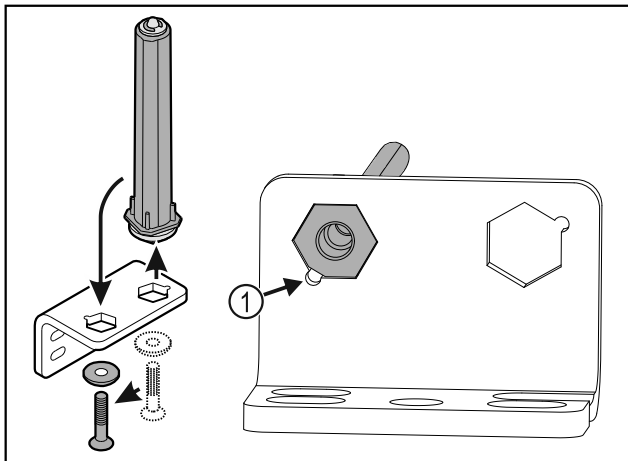

Fig. 32
- ▶ Varmista, että pultin viiste Fig. 32 (1) osoittaa pyöreää aukkoa kohti, kun se asetetaan paikalleen.